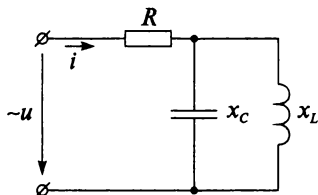

Рис. 11.5
1. К цепи (рис. 11.5), состоящей из активного сопротивления $R = 10$ Ом, индуктивного сопротивления $x_L = 20$ Ом и емкостного сопротивления $x_C = 30$ Ом, приложено напряжение $u = 40 \sin(400t - 25^\circ)$. Напишите формулу мгновенного значения тока в неразветвленной части цепи.